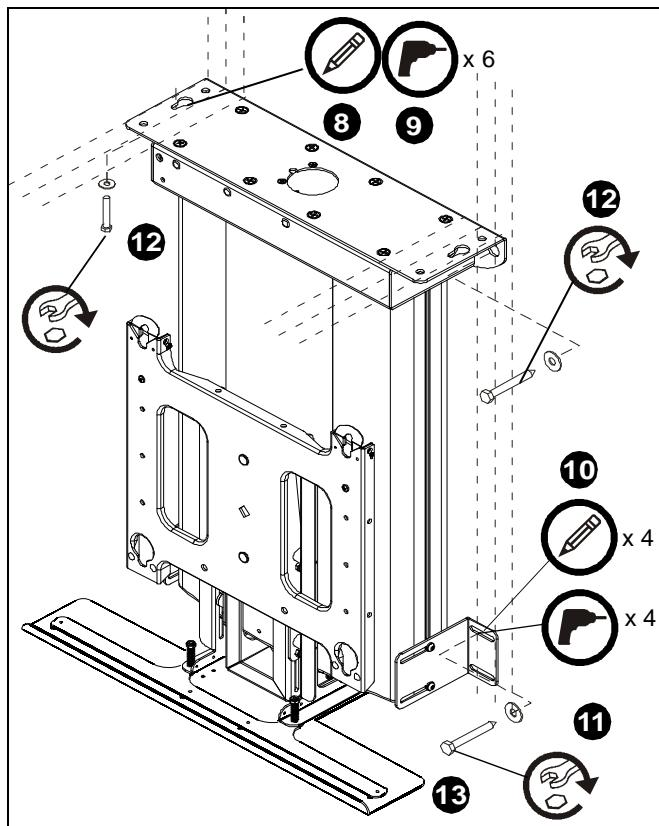

Figura 16
5. Afloje los cuatro tornillos que fijan las placas de sujeción laterales al marco y ajuste su posición de modo que queden correctamente ubicadas contra los montantes, si corresponde. (Consulte la Figura 16).
7. Manteniendo las distancias detalladas en la Figura 15, marque la ubicación de los orificios de montaje de la placa de apoyo. (Consulte la Figura 16).
9. Marque la ubicación de los cuatro orificios de montaje de las placas de sujeción laterales, si corresponde. (Consulte la Figura 16).
11. Fije la placa de apoyo a la estructura utilizando dos (montaje en pared) o seis (montaje en techo) arandelas planas de 5/16" y dos o seis tornillos de 5/16" de 2 1/2" de largo. (Consulte la Figura 16).
12. Si corresponde, fije las placas de sujeción laterales a los montantes utilizando cuatro arandelas planas de 5/16" y cuatro tornillos de 5/16" de 2 1/2" de largo. (Consulte la Figura 16).